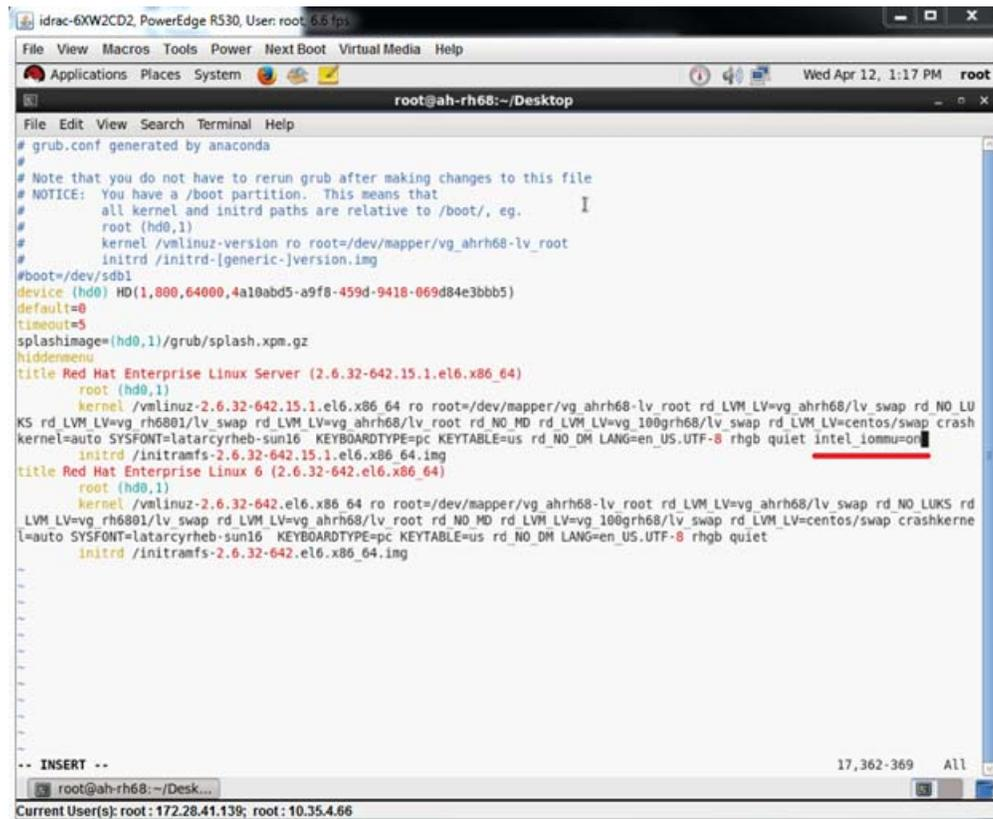

Abbildung 11-10. Bearbeiten der Datei „grub.conf“ für SR-IOV
- a. Öffnen Sie die Datei `grub.conf` und konfigurieren Sie den Parameter `iommu`, wie unter Abbildung 11-10 dargestellt.